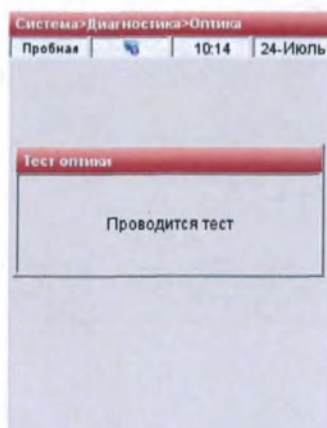

Рис.8-24 Проведение теста
- Дождитесь результатов теста (Рис.8-24).